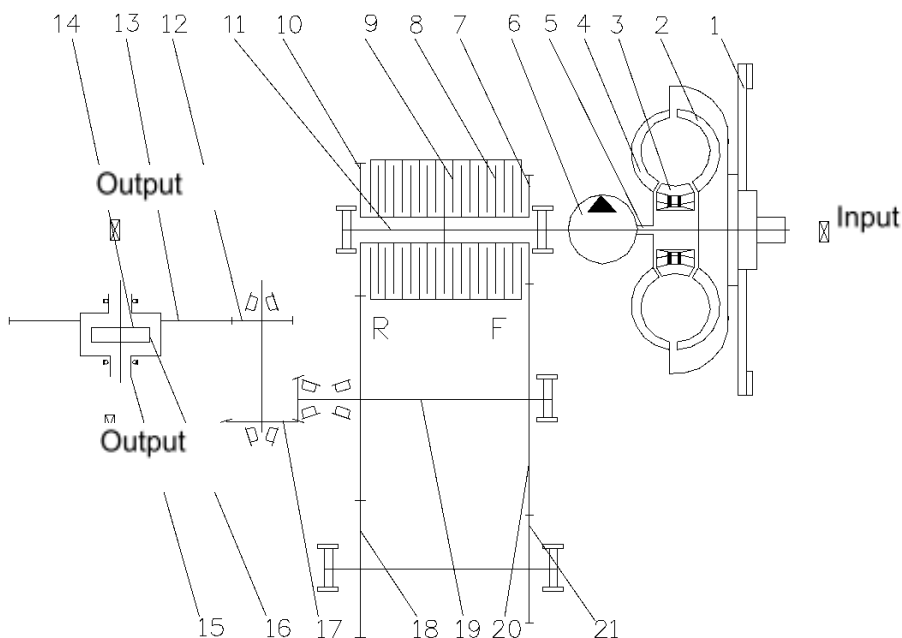

Figura 1 Schema di trasmissione del cambio idraulico JHTY30B
Lo schema di trasmissione del cambio idraulico è visibile in Figura 1. Il convertitore di coppia idraulico è azionato dal motore tramite una piastra di accoppiamento elastico (1), che aziona la girante della pompa (4) in rotazione, in modo che il fluido fluisca nella turbina (2) ad alta velocità lungo la direzione delle pale, azionando così la turbina. La ruota di guida (3) fa sì che il convertitore di coppia modifichi la coppia, che viene trasmessa al gruppo albero di ingresso (11) del cambio idraulico attraverso l'albero della turbina. Inserendo la marcia avanti, la frizione della retromarcia gira al minimo e la sequenza di trasmissione è: componente (11) → componente (7) → componente (20) → componente (19) → componente (17) → componente (12) → componente (13), azionando così il differenziale (15) in uscita. Inserendo la retromarcia, la frizione avanti gira al minimo e la sequenza di trasmissione è: componente 1(1) → componente (10) → componente (18) → componente (21) → componente (20) → componente (19) → componente (17) → componente (12) → componente (13), azionando così il differenziale (15) in uscita. Le frizioni avanti e retromarcia sono controllate da una valvola di controllo del cambio. La pompa dell'olio (6) è una pompa a ingranaggi interni, azionata direttamente dal motore tramite la girante della pompa. La pompa dell'olio fornisce olio in pressione al sistema. Dopo l'avvio del convertitore di coppia idraulico, l'olio entra nel radiatore del veicolo e quindi nel cambio per lubrificare i dischi di attrito, i cuscinetti e gli ingranaggi.